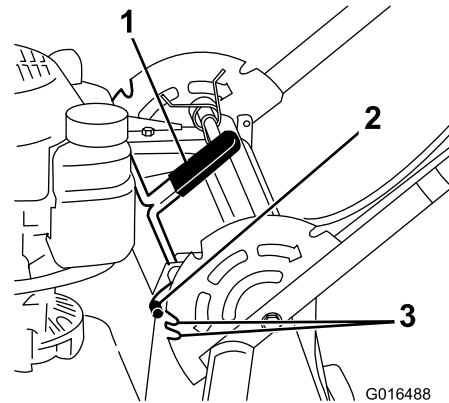

Figura 18
1. Levante un poco el manillar y tire hacia atrás de la palanca de bloqueo para desenganchar las clavijas de bloqueo del manillar (Figura 18).